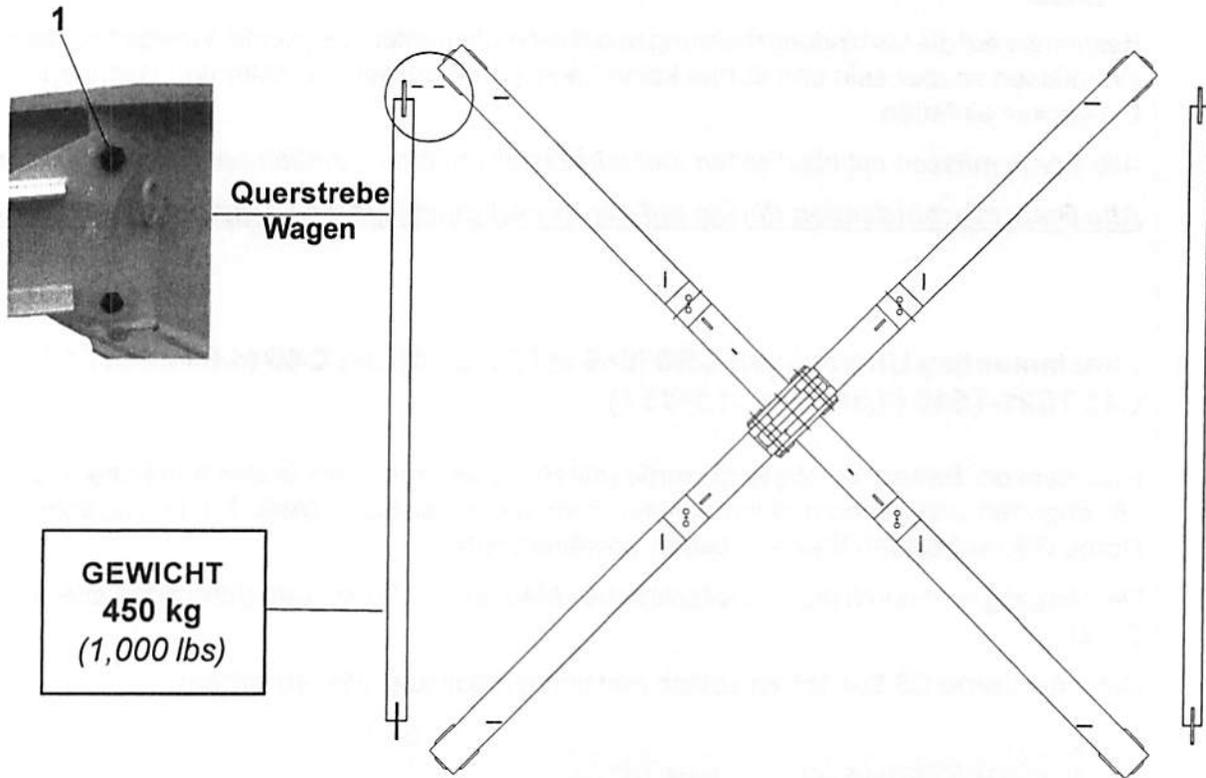

Abb. 2.1.3
Die Querstreben des Unterwagens, wie in der Abbildung 2.1.3 gezeigt verbinden und mit den Bolzen M36 (1) sichern (Anzugsmoment ungefähr 1200 Nm / 885 lbs/ft).